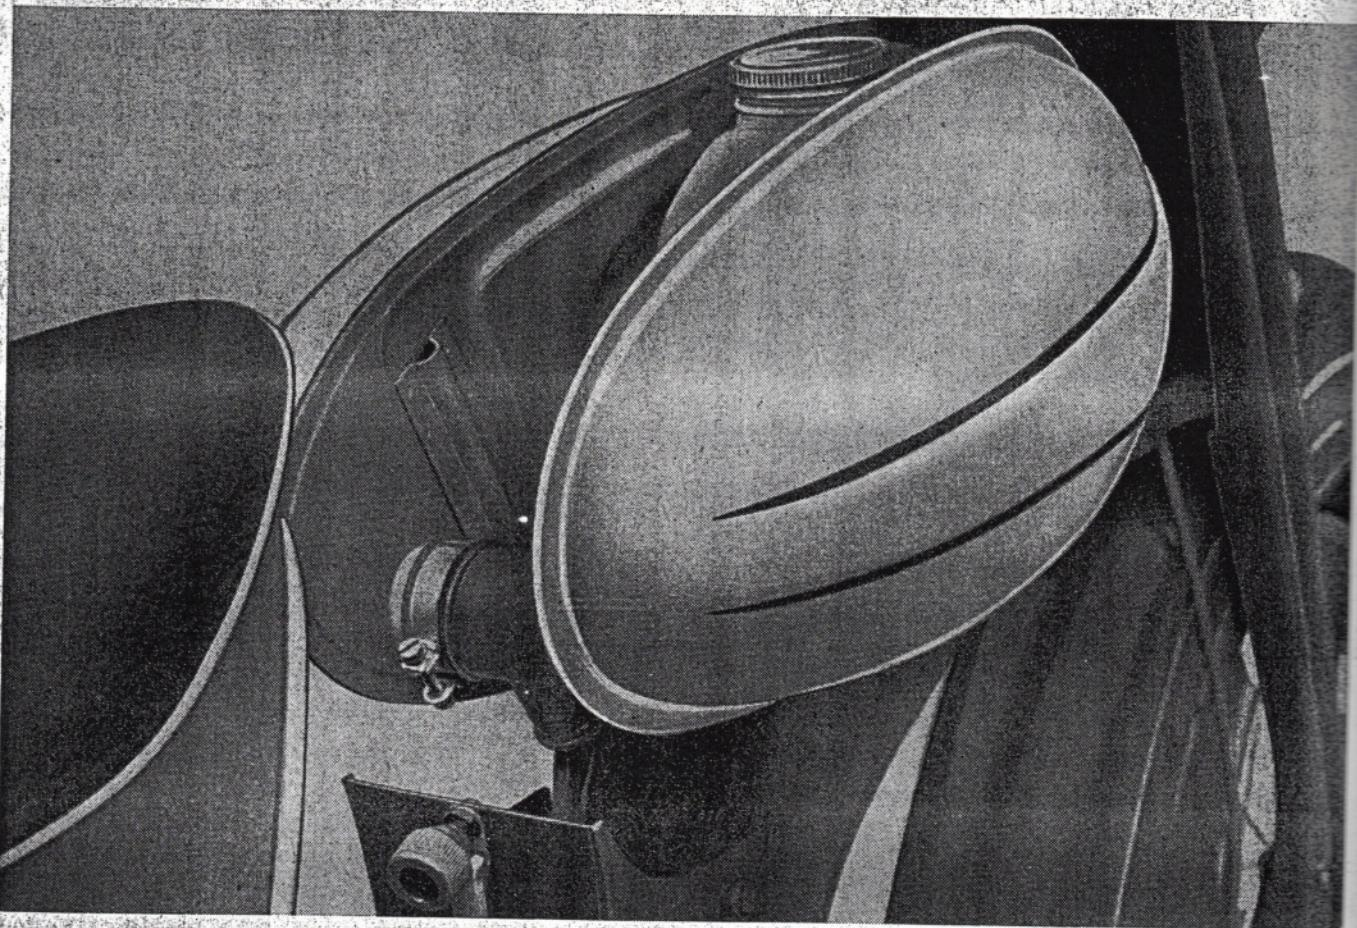

Abb. 149 Kraftstoffbehälter aufsetzen
**Kraftstoffbehälter so aufsetzen, wie Abb. 149 zeigt.**